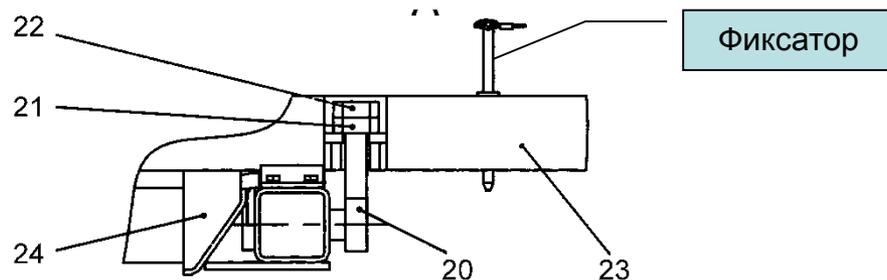

Рис. 32 Откидной болт
3. Вставить направляющую трубу опоры в трубу подрамника оборудования так, чтобы отверстия совпадали и установить фиксаторы (рис.32);
8. Ослабить гайки откидных болтов основного подрамника и опустить их вниз (рис.32);